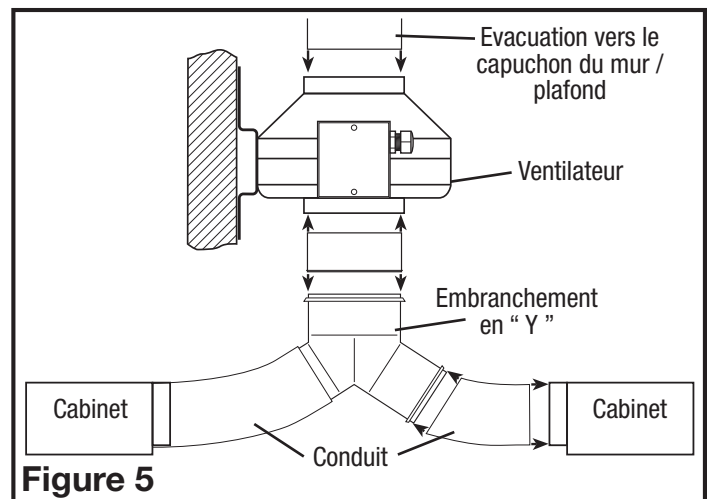

Figure 5
- Raccordez une extrémité du conduit (non inclus) au collet / clapet au niveau de la pièce et l'autre extrémité à l'embranchement en "Y". Fixez les deux extrémités en place en utilisant du ruban ou un serre-joint afin de créer un joint aussi étanche que possible. Répétez cette étape pour le châssis de la grille de l'autre pièce (Figure 5).
2. Raccordez une extrémité du conduit à la partie supérieure de l'embranchement en "Y" et l'autre extrémité à la prise d'entrée du ventilateur (Figure 5).
3. Raccordez une extrémité du conduit à l'évacuation du ventilateur et l'autre extrémité à un capuchon de mur ou de plafond (Figure 5). Toujours canaliser le ventilateur vers l'extérieur par le biais d'un capuchon de mur ou de plafond.